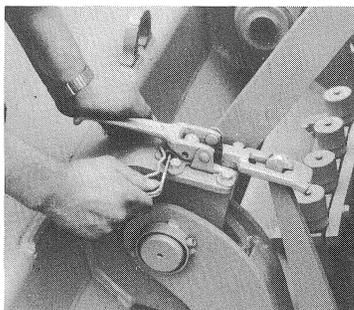

fig. 23
- (3) Accrocher l'oeillet du tendeur dans le levier de tension et le tendre. Introduire la clavette double dans le tendeur (fig. 23)